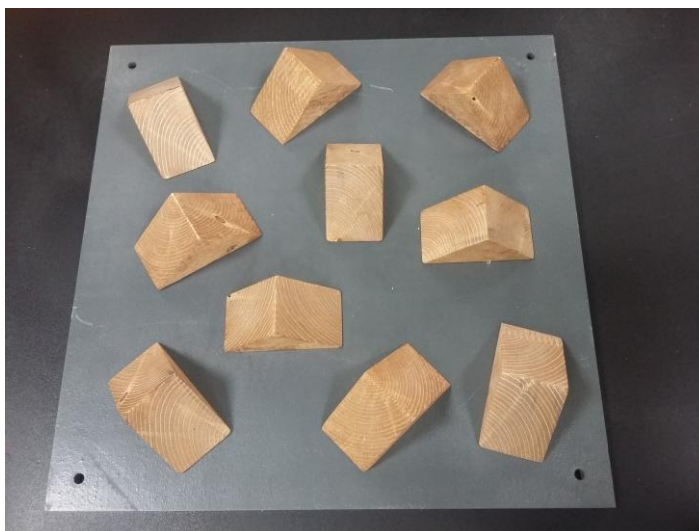

Рисунок 13 – «Шипы»
- 2.2. **Сбор маячков** – Маячок представляет собой алюминиевую банку объемом 0.33л. Банка раскрашена в один из следующих цветов: красный, синий, зеленый, желтый. Задача робота - схватить и поднять маяк, либо любым другим способом доставить ее в соответствующую по цвету зону. (рисунок 13). Зона представляет собой лист цветного ПВХ-пластика красного, синего, зеленого, желтого или белого цветов.